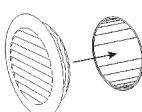

Рис. 4
- Для крепления вентиляционной решетки, наносим жидкие гвозди на посадочное место решетки и устанавливаем в вентиляционный канал, так чтобы водозащитные жалюзи были расположены горизонтально (Рис. 4).